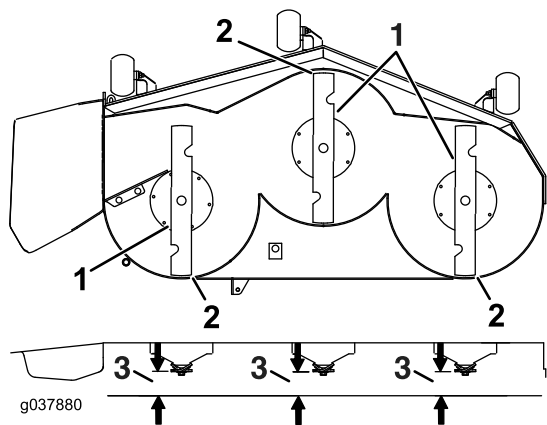

Figura 80
7. Controllate il livello della lama in direzione longitudinale (Figura 80). Accertate che la punta della lama anteriore sia più bassa della punta della lama posteriore mostrata nella tabella dell'angolo di spoglia e dell'altezza del blocco. Per eventuali regolazioni, continuate la procedura.